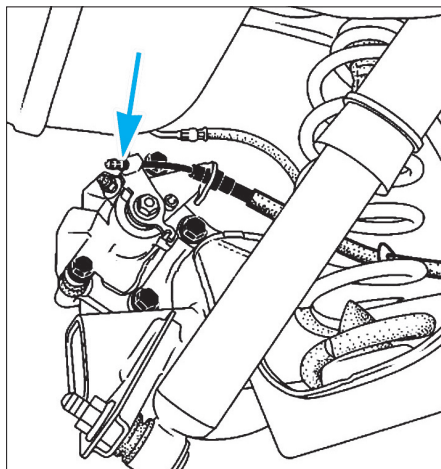

FIG. 10
- Dégrafer le câble de frein de stationnement au niveau de chaque étrier (Fig.10).